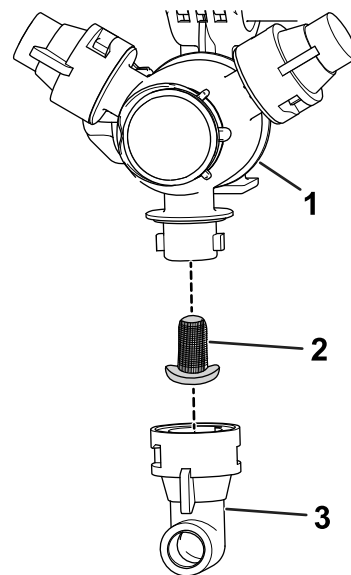

Figure 91
2. Déposez la buse de la tourelle de pulvérisation (Figure 91).
3. Retirez le filtre de buse usagé (Figure 91).
4. Montez le filtre de buse neuf (Figure 91).
5. Montez la buse sur la tourelle de pulvérisation (Figure 91).